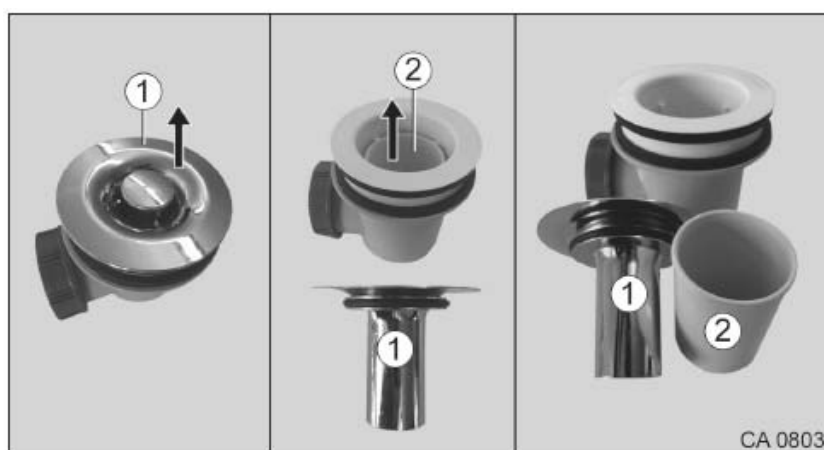

Fig. 144 Bonde, variante avec parement chromé
1. Tirer le clapet (Fig. 144/1) vers le haut et l'enlever.
2. Tirer le gobelet (Fig. 144/2) vers le haut et l'enlever.